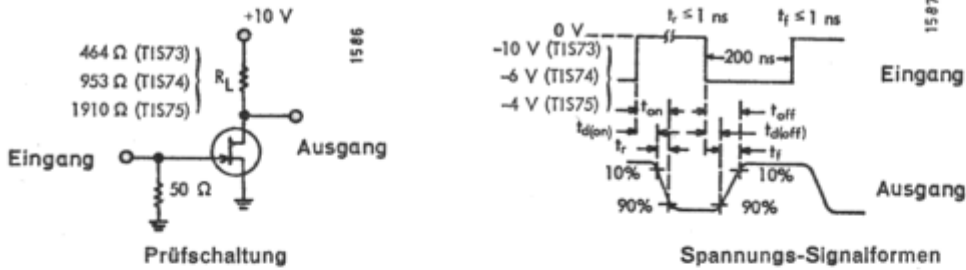

Bild 1
5. Die Schaltung von Bild 1 wird verwendet, wobei R_L von 100Ω bis $10 \text{ k}\Omega$ verändert wird. $t_p = 1 \mu\text{s}$, Tastverhältnis $\leq 2\%$.